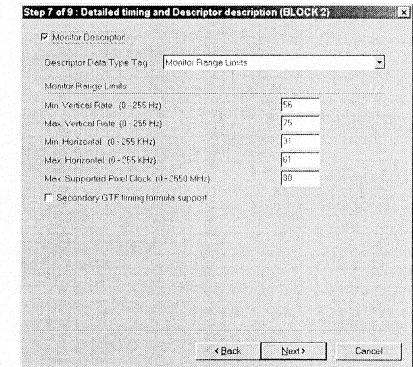

Fig. 20
- Click Next, bring up Fig. 20.